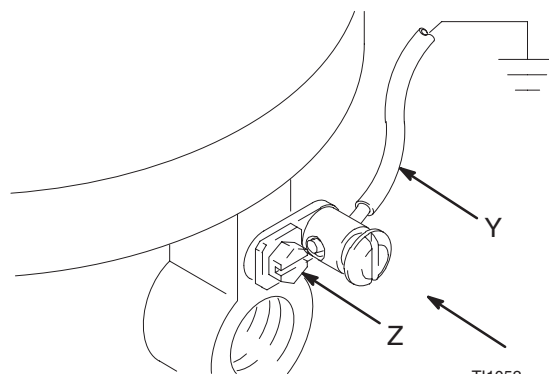

Fig. 2
Modèle No 206078: retirer la vis de terre (Z) et l'introduire dans l'œillet de la cosse circulaire à l'extrémité du fil de terre (Y). Serrer la vis de terre sur la pompe et bien serrer. Brancher l'autre extrémité du fil de terre sur une véritable terre. Voir Fig. 2. *Pour passer commande d'un fil et d'une pince de terre, indiquer la référence 222011.*